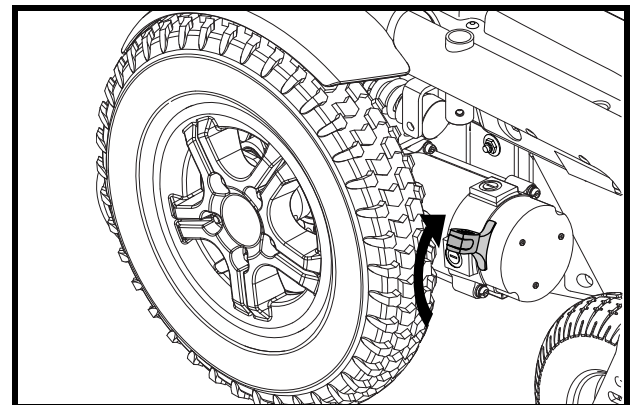

Figure 10. Mode traction (embrayé) - Moteur Hammer
2. Tirez sur les deux leviers pour embrayer les moteurs et passer en mode de fonctionnement. **Voir la figure 10 ou 12.**